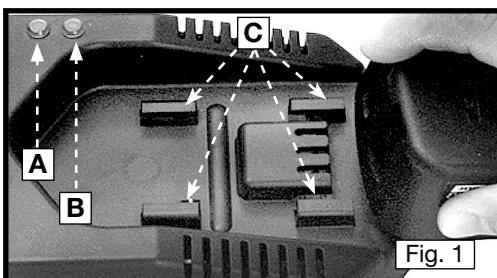

Fig. 1
Assurez vous que le voltage du circuit de puissance est le même que celui indiqué sur la plaquette des spécifications qui est sur le chargeur. Etablissez la connexion entre le chargeur et la prise de courant. Une lumière verte (A) Fig. 1 devrait commencer à clignoter. Ceci indique que le chargeur est prêt à commencer à charger.
La lumière verte (A) Fig. 1 devrait commencer à clignoter rapidement . Ceci indique que le bloc porte-piles est en train de recevoir une charge rapide (si la lumière verte ne clignote pas, ou si la lumière rouge illumine , consulter la section "**DIAGNOSTIQUE**"). Après une heure environ, l'indicateur lumineux pour la "Charge Rapide" devrait s'éteindre indiquant ainsi que le bloc porte-piles est entièrement chargé et que le chargeur fonctionne maintenant en "Charge d'appoint." On peut laisser le bloc porte-piles sur le mode "Charge d'appoint" jusqu'à ce que l'on désire en faire usage.